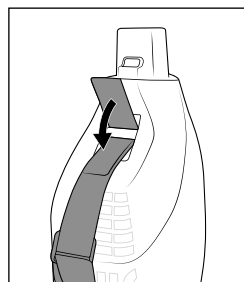

Fig. 5
- ◆ Introduzca la correa de transporte 27 a través de las fijaciones para la correa de transporte 5/11 de la parte trasera de la unidad motriz 8 y cierre los cierres de velcro (consulte las figs. 5 y 6).